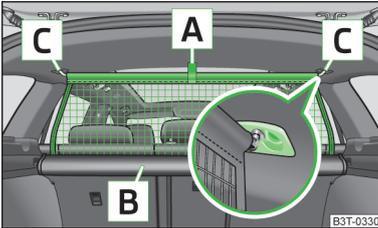
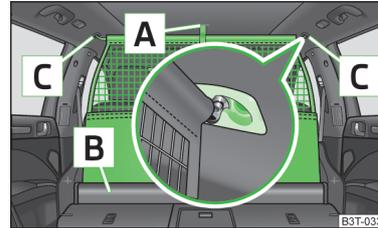

Abb. 103
Abb. 104
- Sich überzeugen, dass die Querstange in den Aufnahmen **C** » **Abb. 103** auf Seite 95 bzw. » **Abb. 104** auf Seite 95 in der vorderen Stellung eingesteckt ist!
- › Die Netztrennwand an der Lasche **A** » Abb. 103 in Richtung der Aufnahmen **C** ziehen.
- › Die Querstange erst auf der einen, dann auf der anderen Seite etwas nach hinten ziehen und aus den Aufnahmen **C** » Abb. 103 nehmen.
- › Die Netztrennwand an der Lasche **A** » Abb. 104 ziehen.
- › Die Querstange erst auf der einen, dann auf der anderen Seite etwas nach hinten ziehen und aus den Aufnahmen **C** » Abb. 104 nehmen.